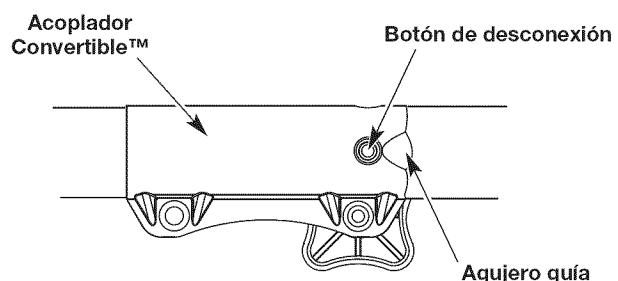

Fig. 9
- NOTA:** Alinear el botón de desconexión con el agujero guía facilitará la instalación (Fig. 9).
2. Oprima y sostenga el botón de desconexión (Fig. 9).